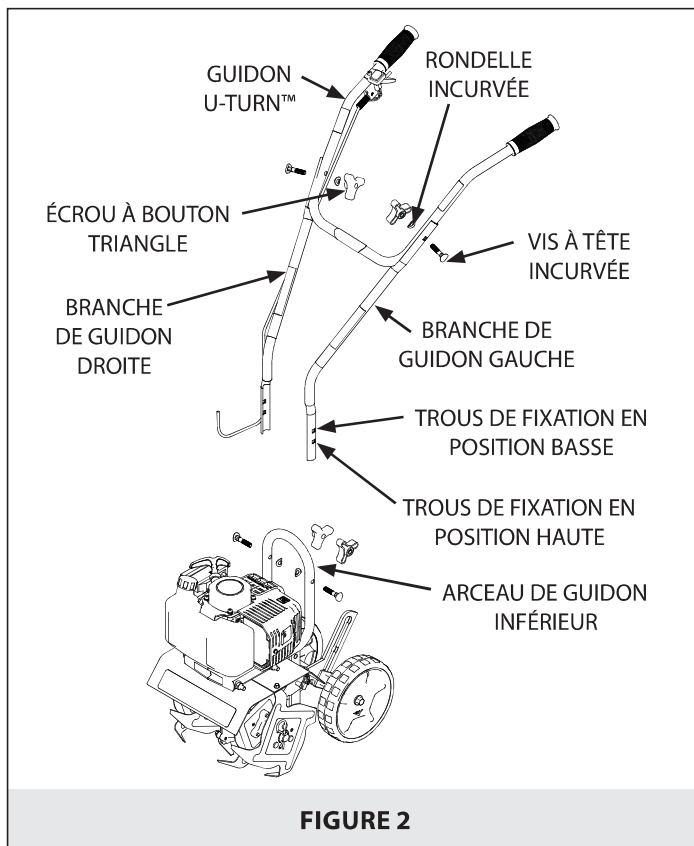

FIGURE 2
2. Avec deux écrous à bouton triangle, deux vis à tête incurvée et deux rondelles incurvées, attacher les branches de guidon à l'arceau de guidon inférieur, qui est déjà raccordé à la motobineuse. Les branches de guidon peuvent être montées en position haute ou basse. **NE PAS** trop serrer les écrous à bouton. **VOIR FIGURE 2**
3. Attacher le guidon U-Turn™ aux branches de guidon avec les deux écrous à bouton, vis à tête incurvée et rondelles incurvées restants. **NE PAS** trop serrer les écrous à bouton. **VOIR FIGURE 2**